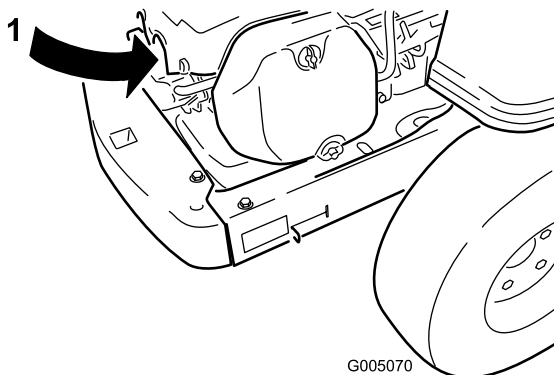

Figura 34
2. Retire el cable de la bujía (Figura 34). Limpie alrededor de la bujía para evitar que entre suciedad en el motor y pueda causar daños.
3. Conecte el cable a la bujía (Figura 34).